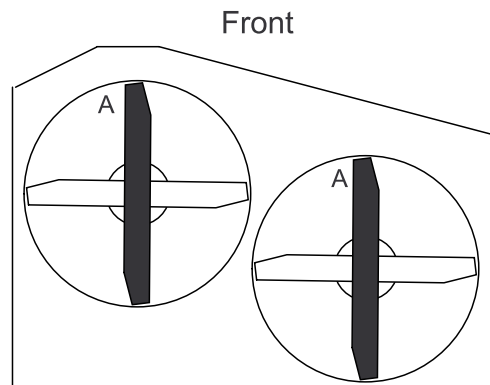

Figura 48
3. Girate le lame fino a disporle in parallelo con la lunghezza della macchina. Misurate la distanza da un piano orizzontale al bordo tagliente (posizione A) delle lame (Figura 48). Prendete nota di questa misura.